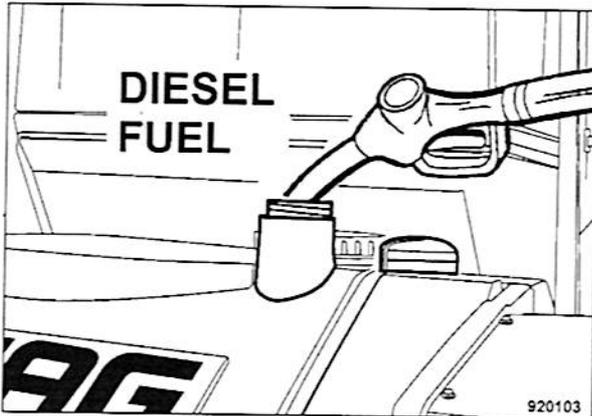

Fig. 116
- Abrir la tapa del depósito del depósito de combustible (Fig. 116).